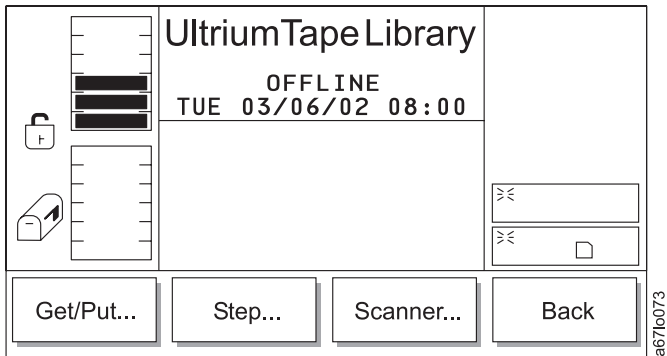

Abbildung 167. Fingeruntermenü
- Wird **Fingers** ausgewählt, erscheint das Fingeruntermenü (siehe Abb. 167 auf Seite 181).
Tabelle 116. Übersetzung von Abb. 167, Fingeruntermenü
- Wird **Cancel** ausgewählt, erscheint das Fingeruntermenü (siehe Abb. 167 auf Seite 181).